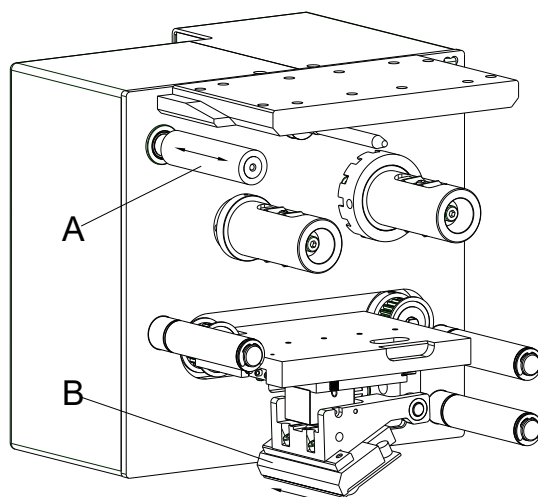

Figure 18
2. Nettoyer la surface de la tête d'impression (B, Figure 18) avec un coton tige ou avec une éponge imbibée d'alcool pur.